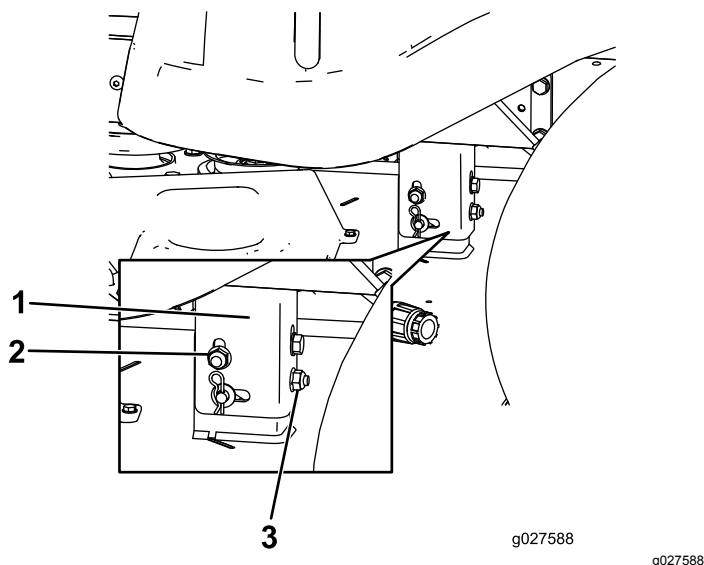

Рисунок 70
8. Поднимите или опустите левую сторону деки газонокосилки, вращая заднюю гайку (Рисунок 70).
Примечание: Вращайте заднюю гайку по часовой стрелке, чтобы поднять деку газонокосилки; вращайте заднюю гайку против часовой стрелки, чтобы опустить деку газонокосилки (Рисунок 70).